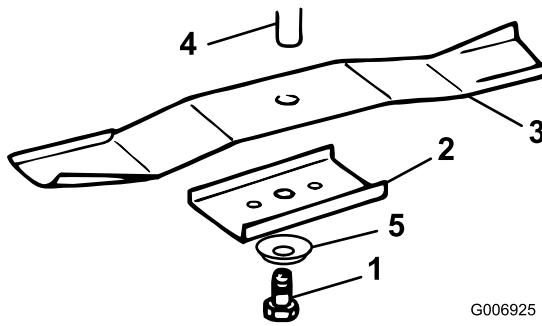

Figura 32
- Retire el perno (llave de 5/8 pulg), la arandela curva, el retén y la cuchilla (Figura 32). Se puede insertar un bloque de madera entre la cuchilla y el cortacésped para bloquear la cuchilla mientras se retira el perno.
- Instale cada cuchilla, el retén, la arandela curva (con la copa hacia la cuchilla) y el perno de la cuchilla (Figura 32).